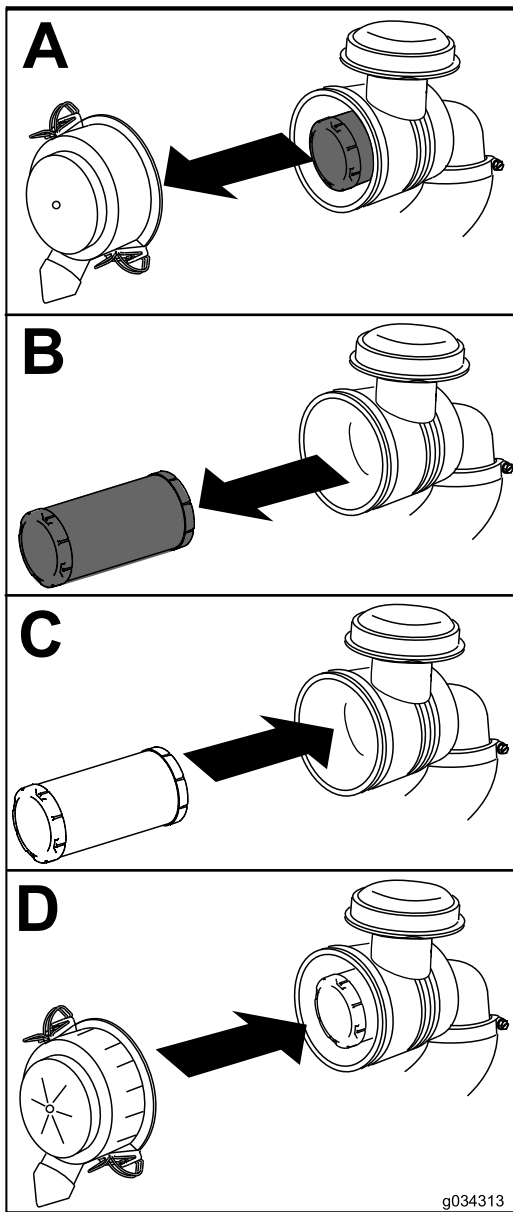

Figura 39
1. Extraiga con cuidado el elemento del limpiador de aire de la carcasa del limpiador de aire (Figura 39).
4. Instale la tapa del limpiador de aire con el lado que lleva la palabra UP hacia arriba, y cierre los enganches (Figura 39).